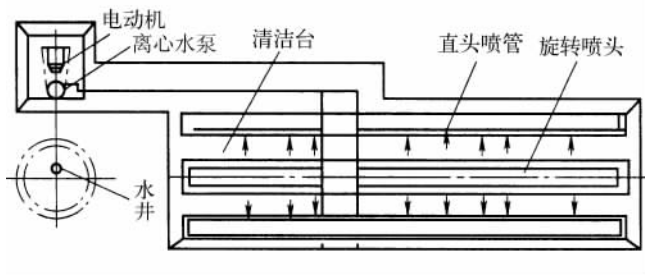

图 1-1 汽车喷头式清洗设备
(1) 基本结构 喷射式低压清洗设备由电动机、离心水泵、直头喷管、旋转喷头及清洗台等组成。在专用的汽车外部清洗台上,底部设有旋转式的喷水头,用以清洗汽车底盘。在清洗台的两侧有直头喷嘴,用以清洗汽车两侧。在清洗台的一侧设有离心水泵,将水增压至 0.2~0.4 MPa,送至各喷水口。汽车喷头式清洗设备如图 1-1 所示。